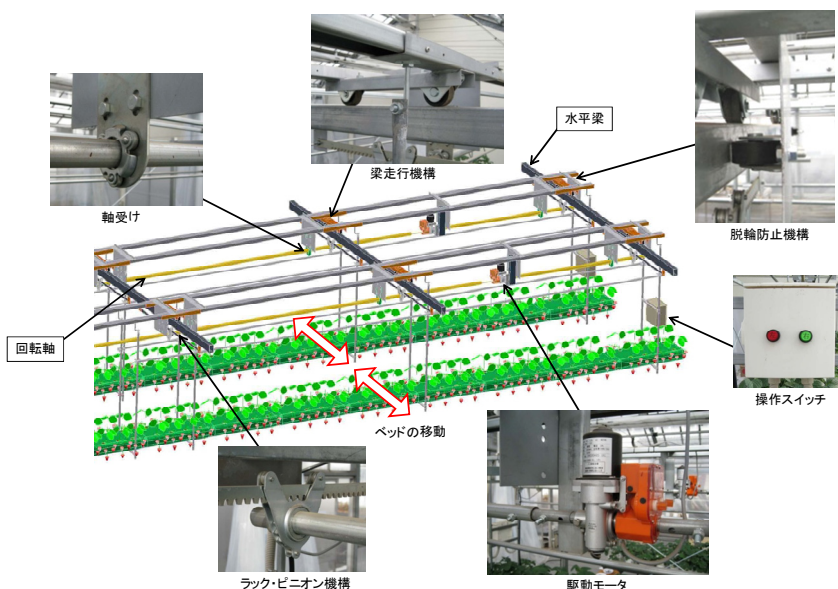

図1 つり下げ式高設栽培ベッド可動装置
2. 駆動モータを正転または逆転させることにより、連結されている回転軸が回転し、ラック・ピニオン機構により回転軸および軸受けが左右に移動します。この移動により軸受けに固定された梁走行機構、および下垂する高設栽培ベッドも同時に左右に移動します。また、高設栽培ベッドの両端には脱輪防止機構を備え、駆動モータ1台で長さ約 45m の高設栽培ベッドを移動できます (図1)。